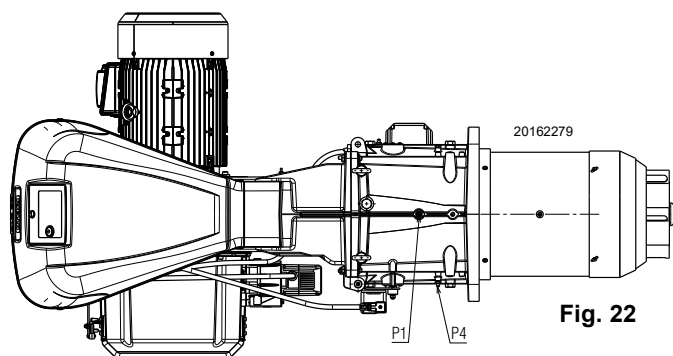

Fig. 22
Presión del gas medida en la toma P1)(Fig. 22), con:
- restar de la presión del gas en la toma P1)(Fig. 22) la presión en la cámara de combustión.
$$\begin{aligned} \text{Presión del gas en la toma P1)(Fig. 22)} &= 27,6 \text{ mbar} \\ \text{Presión en la cámara de combustión} &= 2 \text{ mbar} \\ 27,6 - 2 &= 25,6 \text{ mbar} \end{aligned}$$
En cambio para conocer la presión del gas que se necesita en el conector hembra P1)(Fig. 22), una vez fijada la potencia MÁX a la cual se desea que funcione el quemador:
- Leer a la derecha, columna 1, la presión en la toma P1)(Fig. 22).
presión necesaria en la toma P1)(Fig. 22).